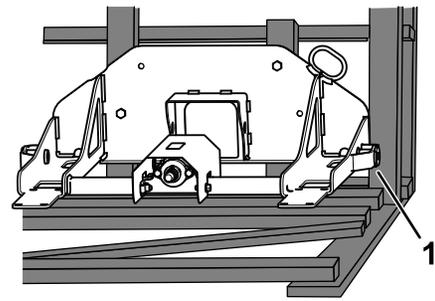

Bild 10
- Entfernen Sie die Schrauben, mit denen die Befestigungsplatte in der Transportkiste befestigt ist (Bild 10).